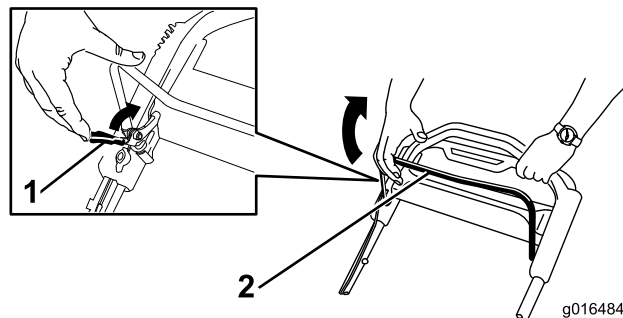

Bild 23
1. Ziehen Sie die Schaltbügelsperre zum Schaltbügel (Bild 23).
2. Ziehen Sie den Schaltbügel **langsam** zum Bügel (Bild 23).